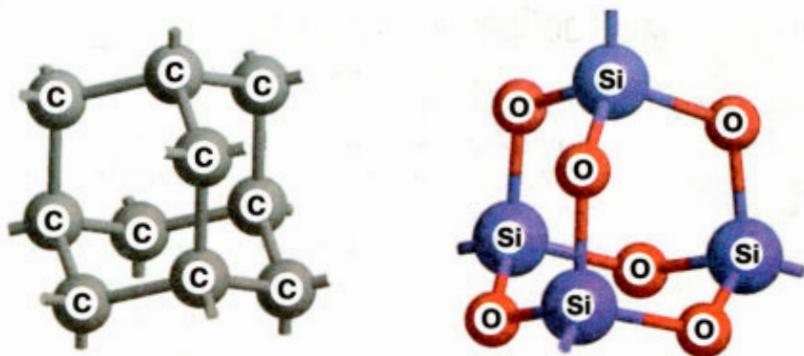

Рис. 18. Строение атомных кристаллов алмаза (слева) и оксида кремния
Атомные кристаллы состоят из отдельных атомов, объединённых прочными ковалентными связями в бесконечный трёхмерный каркас. Благодаря этому вещества с атомной кристаллической решёткой обладают высокой механической прочностью, не имеют запаха и нерастворимы в воде. Примеры атомных кристаллов — хорошо известные вам алмаз и оксид кремния(IV) SiO_2 (песок, кварц) (рис. 18).